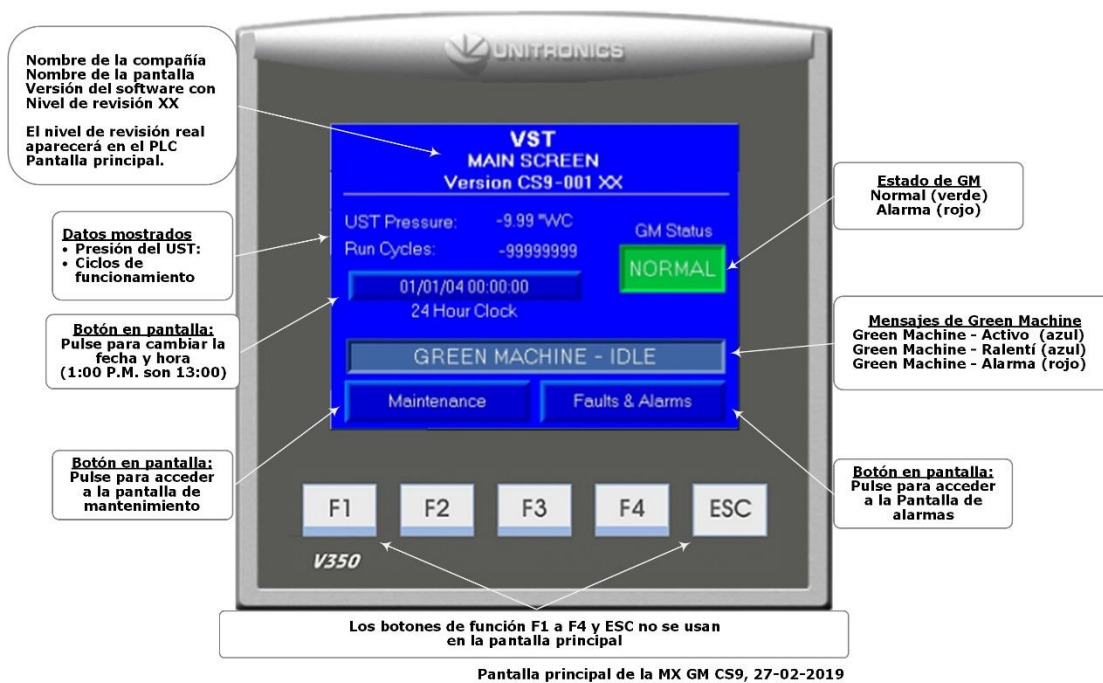

Figura 8-1: Pantalla principal del panel de control de la GREEN MACHINE de VST
- Durante el funcionamiento normal, cuando la GREEN MACHINE funciona correctamente y no existen condiciones de alarma, el mensaje “NORMAL” (NORMAL) en un cuadro verde aparecerá en la ventana de estado de GM de la pantalla principal. **Vea la figura 8-1.**